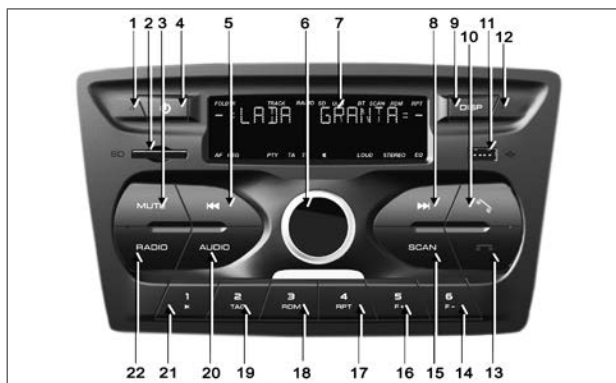

Рис. 2. Органы управления радиоприёмника
1.2.1 Описание органов управления, обозначенных цифрами на рис. 2, приведено в таблице 1.
1.5.1 Для установки USB-флеш-накопителя, вставьте его в слот для USB Flash Drive (рис. 2, поз. 11).
2.3.1 Регулировка громкости осуществляется вращением ручки энкодера (рис. 2, поз. **6**) вправо или влево.